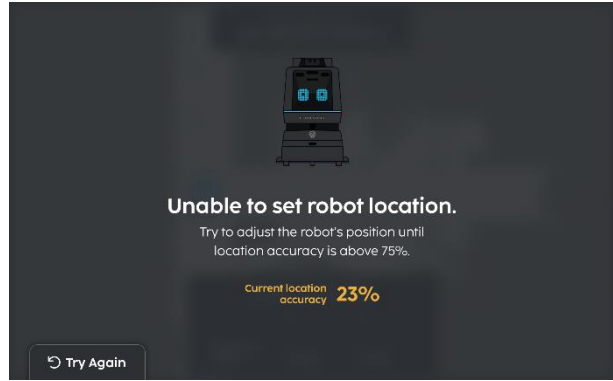

Fig. 5
4. Si la localisation a échoué, sélectionnez 'Réessayer' (Fig 5).